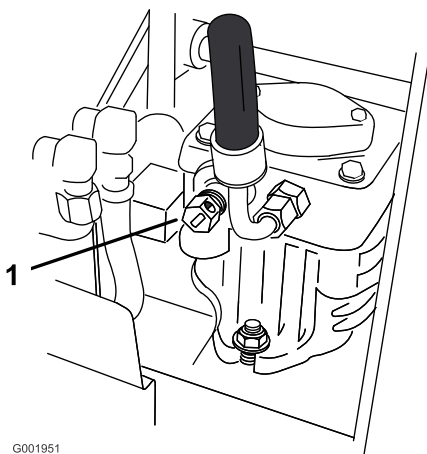

Figura 24
2. Abra las válvulas de desvío de ambas bombas girándolas 1 a 2 vueltas en el sentido contrario a las agujas del reloj. Esto permite que el aceite hidráulico se desvíe alrededor de la bomba, dejando que las ruedas giren (Figura 24).